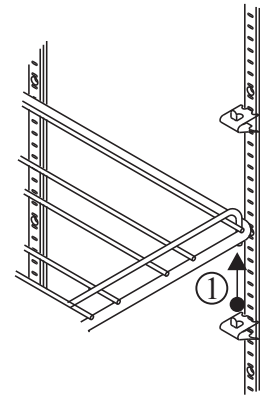

Fig.6
1. Int. refrigerazione forzata: Serve a commutare la temperatura della cella da omogenea a differenziata e viceversa. Per ottenere una temperatura omogenea (**1TV**) inserire l'interruttore (luce verde accesa), mentre per una temperatura differenziata (**4TV**) disinserire l'interruttore (luce verde spenta). **2. Int. luci:** Serve per accendere le luci interne. **3. Int. refrigerazione:** Serve per accendere l'impianto refrigerante. **4. Termometro:** Indica la temperatura all'interno dell'apparecchiatura **Termostato:** Regola la temperatura dell'apparecchiatura. **a)** Il **Tasto 5 "SET o P"** premuto una volta consente di visualizzare la temperatura impostata, che potrà essere modificata agendo sul **Tasto 6 "UP"** o sul **Tasto 7 "DOWN"** (vedi Fig.6).